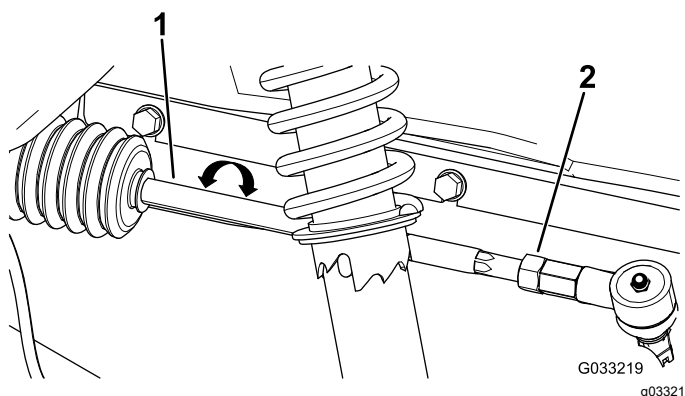

Figura 47
2. Se la misura non rientra nel campo specificato di 0–6 mm, allentate i controdadi all'estremità esterna dei tiranti (Figura 47).